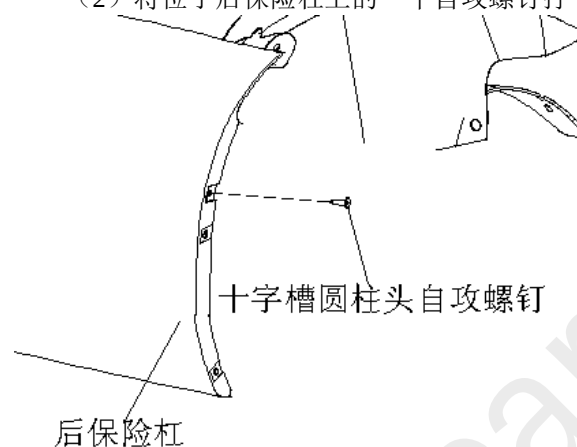

图 2-1-6
(2) 将位于后保险杠上的一个自攻螺钉拧下，如图 2-1-6 所示；